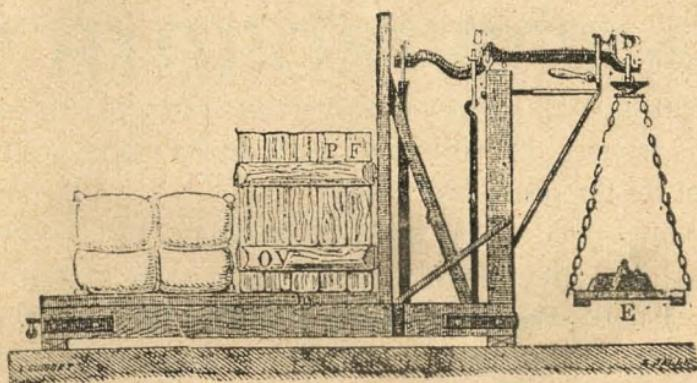

Fig. 16.—Báscula.
**6. Báscula.**—Esta balanza (fig. 16) inventada por Quintenz, se compone de un platillo ó tablero sobre el cual se coloca el cuerpo que se trata de pesar, y de otro platillo suspendido al extremo del brazo de palanca donde se colocan las pesas que han de equilibrar al cuerpo del tablero. La longitud del brazo de palanca que soporta las pesas graduadas, es diez veces mayor, y por lo tanto, bastará colocar sobre el platillo un peso diez veces menor que el colocado en el opuesto. Así un peso de 20 kilogramos equilibrará un peso de  $20 \text{ k.} \times 10 = 200 \text{ kilogramos}$ .